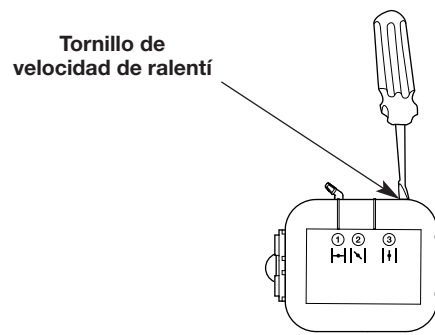

Fig. 11
- Si el motor se para, use un destornillador Phillips pequeño para girar el tornillo de velocidad de ralentí en el sentido de las agujas del reloj, 1/8 de giro cada vez (según sea necesario) hasta que el motor funcione al ralentí de manera uniforme (Fig. 11).
- Si el motor funciona al ralentí demasiado rápido, gire el tornillo de velocidad de ralentí en el sentido contrario de las agujas del reloj, 1/8 de giro a la vez (según sea necesario) para reducir la velocidad de ralentí (Fig. 11).